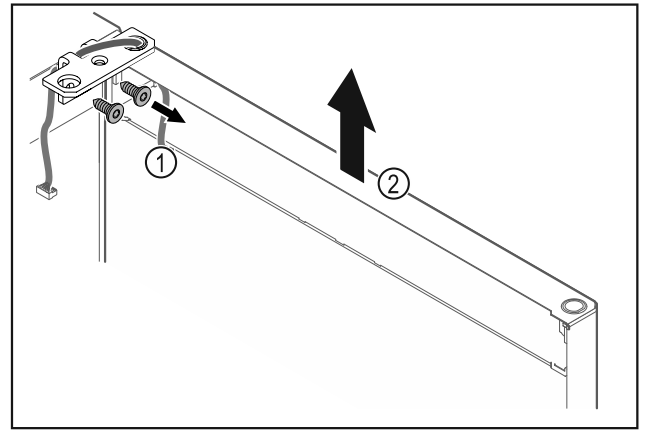

Fig. 21
- ▶ Отвинтите шарнирные уголки Fig. 21 (1).
- ▶ Дверь вместе с шарнирными уголками поднимите строго вертикально вверх Fig. 21 (2) приблизительно на 200 мм и снимите.